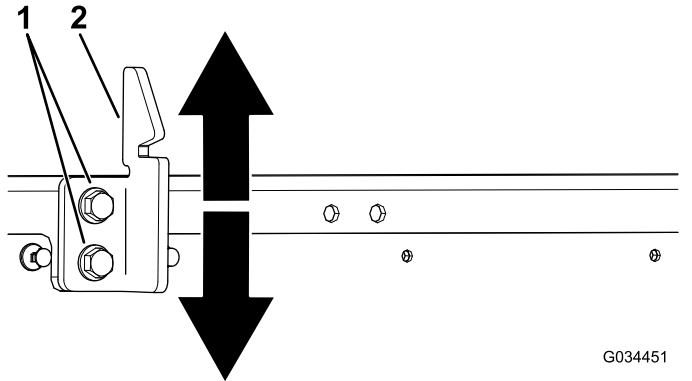

Figura 63
3. Afloje los 2 pernos en el cerradero del cierre de la caja y desplácelo hacia arriba o hacia abajo, en función de si está demasiado alto o bajo (Figura 63).
4. Apriete los 2 pernos del cerradero del cierre de la caja (Figura 63).